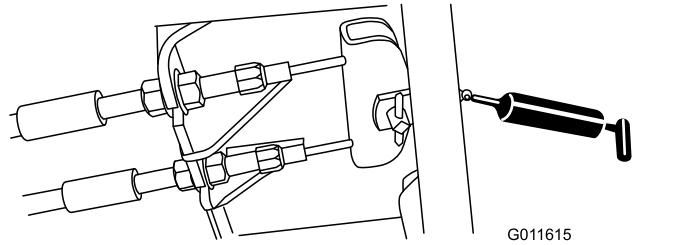

Figura 43
- Pedal de freno (1) (Figura 43)